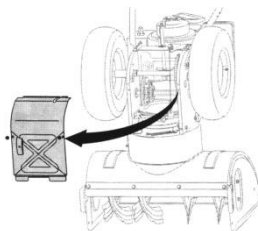

Fig. 16
- Desfaceți șuruburile ce fixează protecția. Vezi Fig. 16.